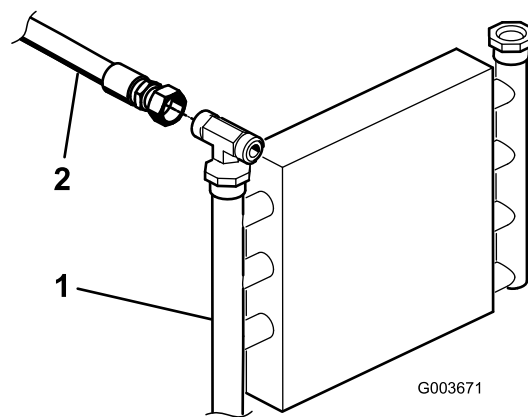

Рисунок 4
1. Определите местонахождение гидравлической трубки, идущей от маслоохладителя к имеющемуся клапану подъема (Рисунок 4).
3. Отсоедините и снимите гидравлическую трубку с маслоохладителя и клапана подъема (Рисунок 4) и (Рисунок 6).